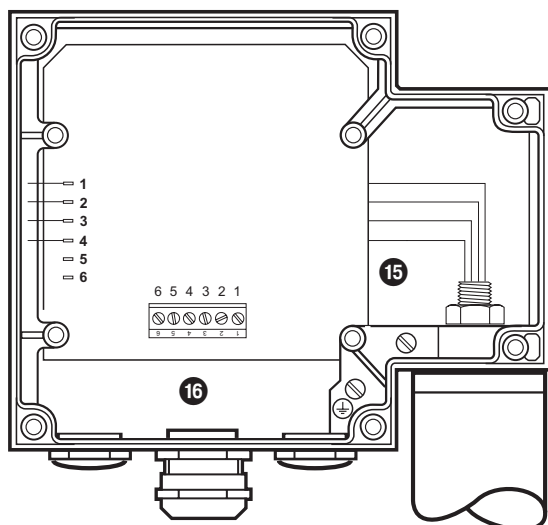

Fig. 14
2. Desencaixar os terminais de orelha das linguetas. **Fig. 14**
3. Desapertar a porca 15 com a chave de bocas de tamanho 19. Não desenroscar completamente! **Fig. 14**